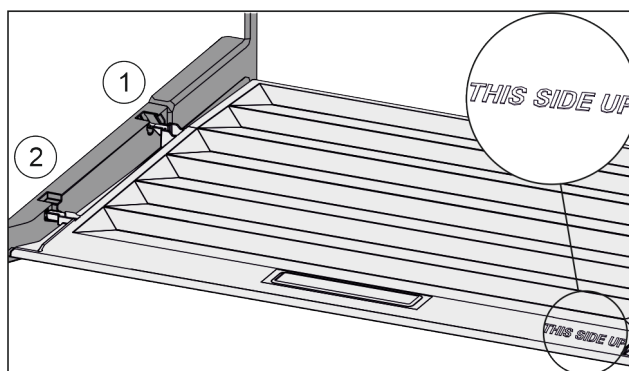

Fig. 132
- ▶ Výstupky víka zavedte do zadních držáků Fig. 132 (1) a vpředu zaklesněte do držáku Fig. 132 (2).